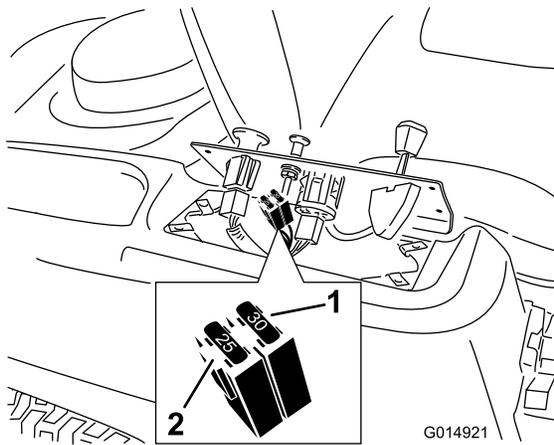

Figura 53
2. Sollevate la plancia per accedere al cablaggio preassemblato principale e al portafusibili (Figura 53).
3. Per sostituire un fusibile, tiratelo (Figura 53) ed estraetelo dall'attacco.